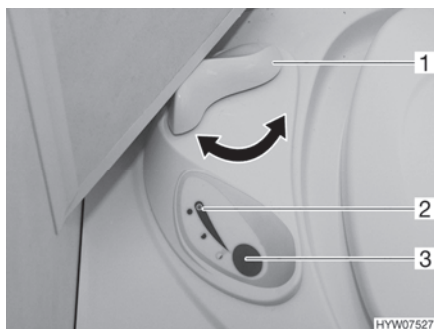

Bild 154 Kontrollenhet Thetford-toalett
- Öppna spjället på Thetford-toaletten före spolning. Därtill vrids spjällspaken (Bild 154,1) moturs.
- För att spola, tryck på den blå spolknappen (Bild 154,3).
- Efter spolning stängs spjället. Därtill vrids spjällspaken (Bild 154,1) medurs.
Kontrolllampan (Bild 154,2) lyser när Thetford-kassetten måste tömmas.